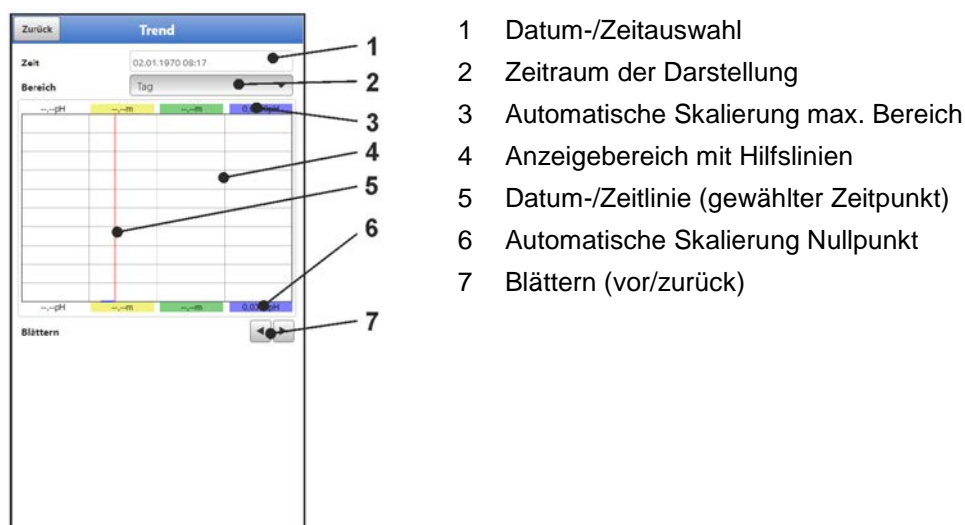

Abb. 40-2 Darstellung Trendanzeige
1. Gewünschten Bereich (Zeitraum der Darstellung; Abb. 40-2 Pos. 2) auswählen. Der ausgewählte Bereich (bis zum aktuellen Zeitpunkt) wird dargestellt. Während der Darstellung erfolgt keine automatische Aktualisierung der Messdaten (die aktuellen Messdaten werden im unteren Drittel der Hauptanzeige gezeigt).
2. Bei Bedarf mit den Pfeilen (Abb. 40-2 Pos. 7) vor- und zurückblättern bei gleicher Grundeinstellung der Darstellung.